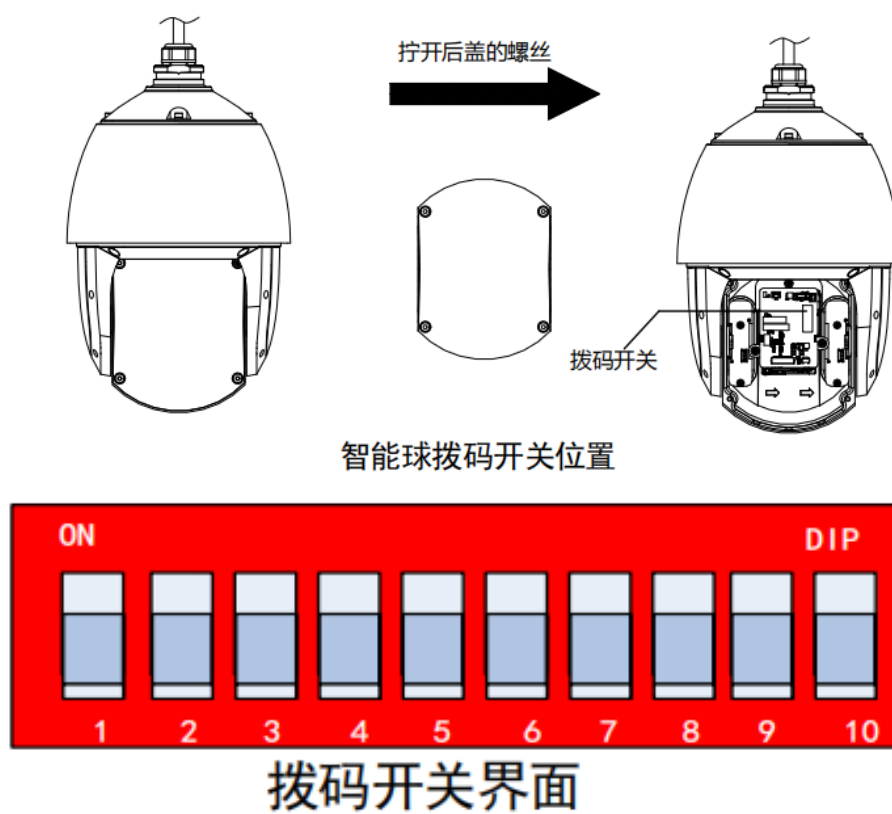

图 2 模拟球机拨码说明
8. 模拟球机拨码说明：拨码开关第 1-5 位，设置球机地址位；第 6-7 位，设置球机波特率；第 8 位设置球机协议，第 9 位设置球机 TVI 信号格式，第 10 位设置球机终端匹配电阻（详见图 2）。